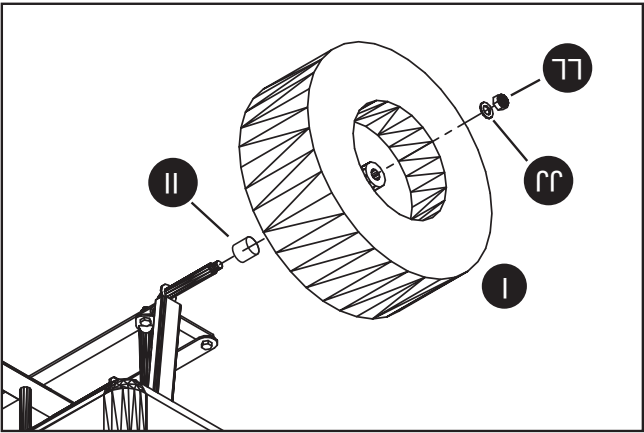

Fig. 10
8. Fije las cuatro ruedas (I) colocando primero los espaciadores para las ruedas (II) en cada eje, y luego las ruedas (I) y las arandelas planas M12 (JJ), y las contratuercas M12 (LL), como se muestra en la Fig. 10.